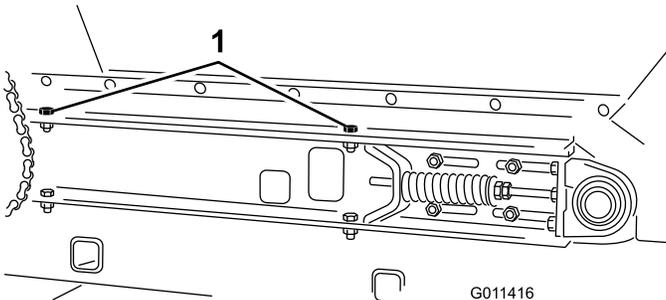

図 32
- 4. 機体の両側でホッパーをスライダベッドに固定しているキャップスクリュ (2本)、ワッシャ、ナットを外す (図 32)。